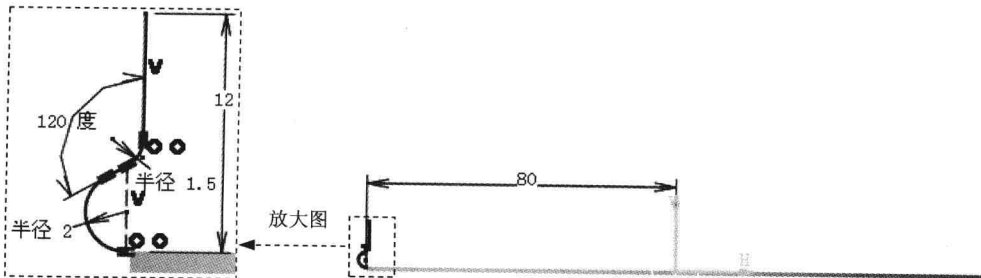

图 1.6 截面草图
(3) 绘制截面草图。单击 按钮，选取 yz 平面为草图平面，绘制图 1.6 所示的截面草图；单击 按钮退出草图环境。
(4) 单击 **确定** 按钮，完成用户凸缘 1 的创建。